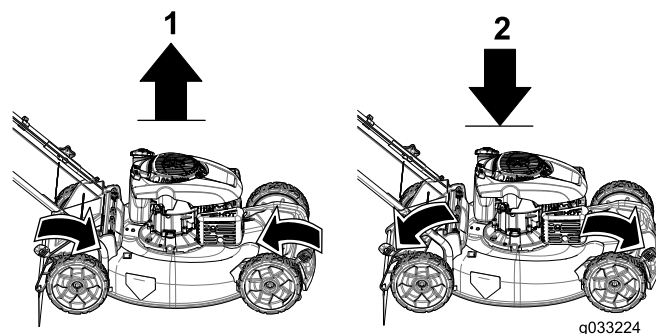

Figura 11
**Nota:** Para elevar o bajar la máquina, mueva las palancas de altura de corte según se muestra en Figura 11.